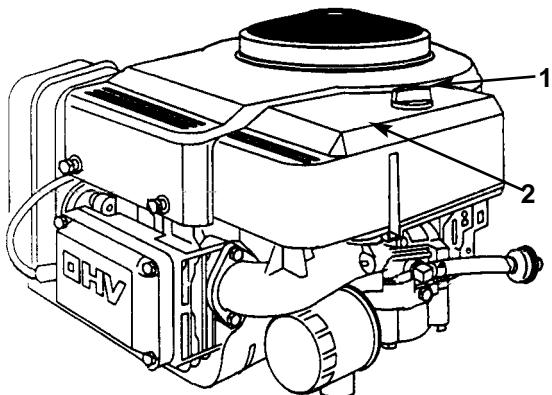

Fig. 28
3. Pulite attorno al filtro dell'aria per impedire che lo sporco entri nel motore, danneggiandolo. Svitate la manopola e togliete il coperchio del filtro dell'aria (Fig. 28).
3. Montate il coperchio del filtro dell'aria e la manopola (Fig. 28). Stringete la manopola con precisione.